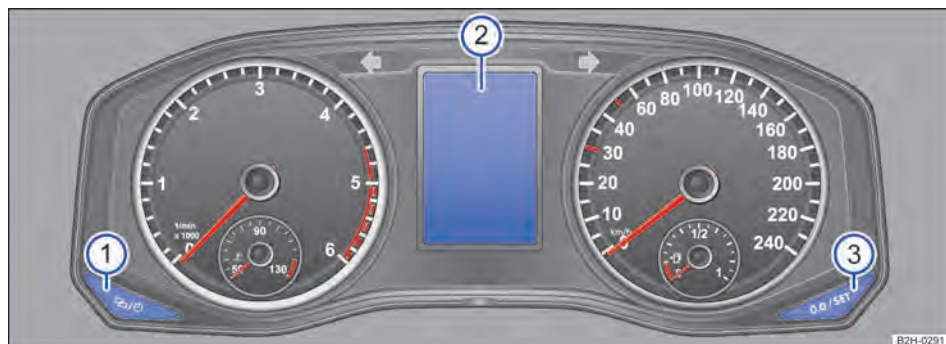

Fig. 194 Teclas del cuadro de instrumentos, en el tablero de instrumentos.
En los vehículos sin visualización en la pantalla del cuadro de instrumentos → fig. 194, hay que calibrar el sistema cuando se realicen modificaciones en los neumáticos, p. ej., si se sustituyen los sensores de la presión o el juego de neumáticos.
1. Pulse la tecla  → fig. 194 ① del cuadro de instrumentos tantas veces como sean necesarias hasta que en la pantalla → fig. 194 ② aparezca RDK presión neum. calibración.
2. Mantenga presionada la tecla  → fig. 194 ③ durante más de 3 segundos hasta que suene una señal acústica.